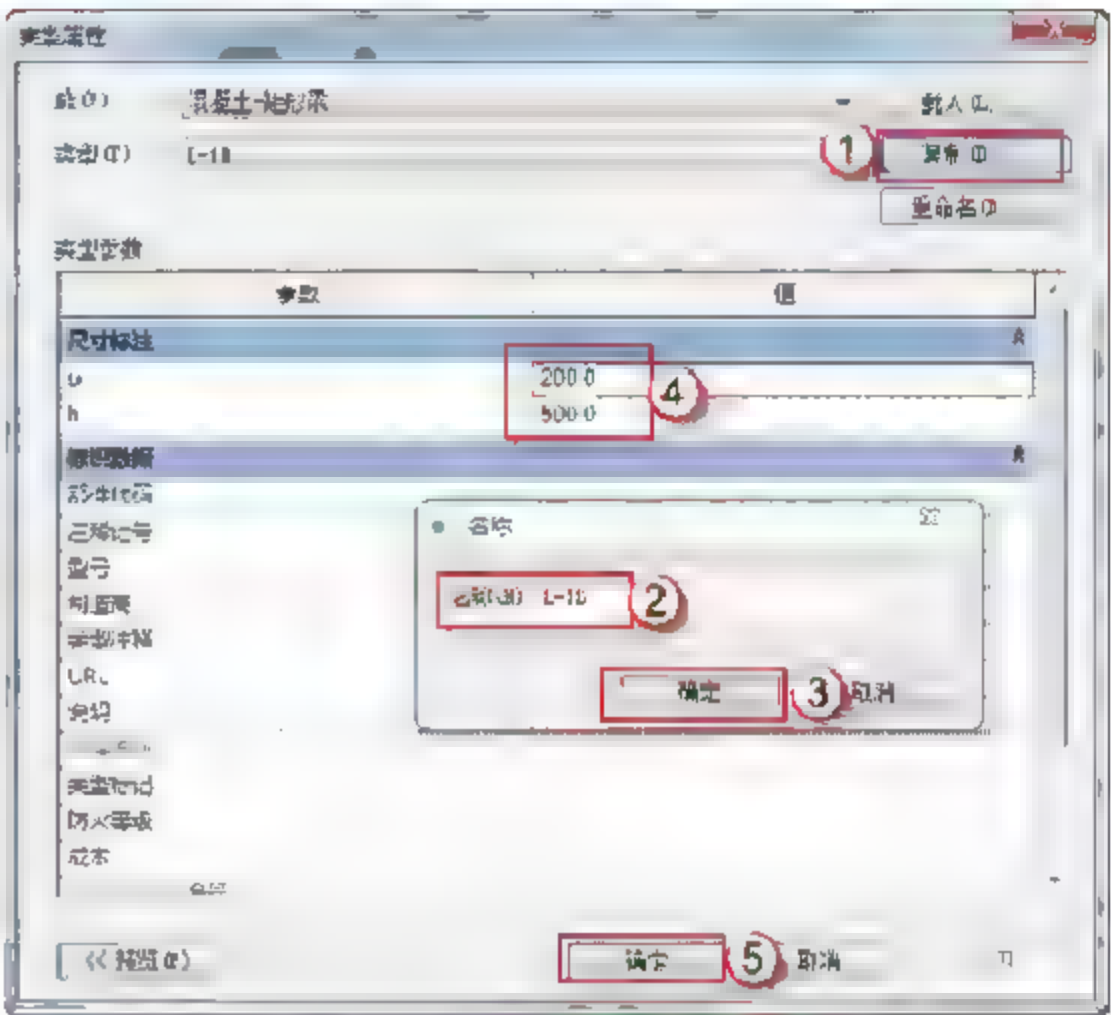

图 3.2.48 编辑 L-1D 信息
(24)设置 L-1D。选择“结构”→“梁”→“编辑类型”命令，在弹出的“类型属性”对话框中，单击“复制”按钮，在弹出的对话框中输入 L-1D，单击“确定”按钮。在“尺寸标注”栏中输入 b、h 的尺寸，单击“确定”按钮，如图 3.2.48 所示。